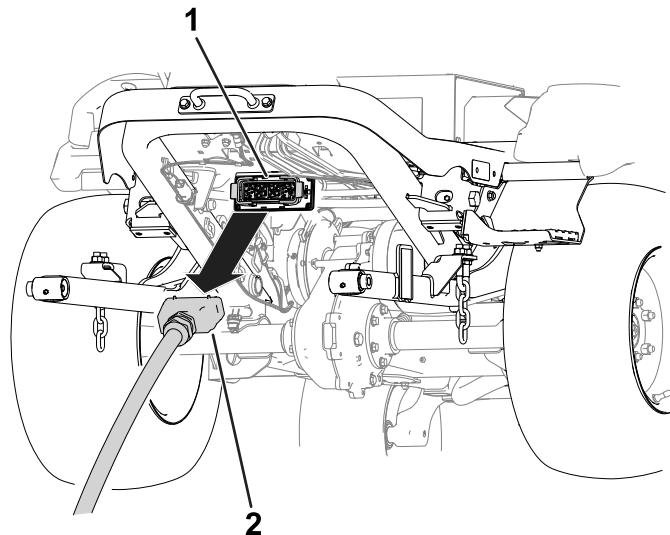

図 20
5. カッティングユニットのコネクタをマシン側のコネクタ図 20 から外す。